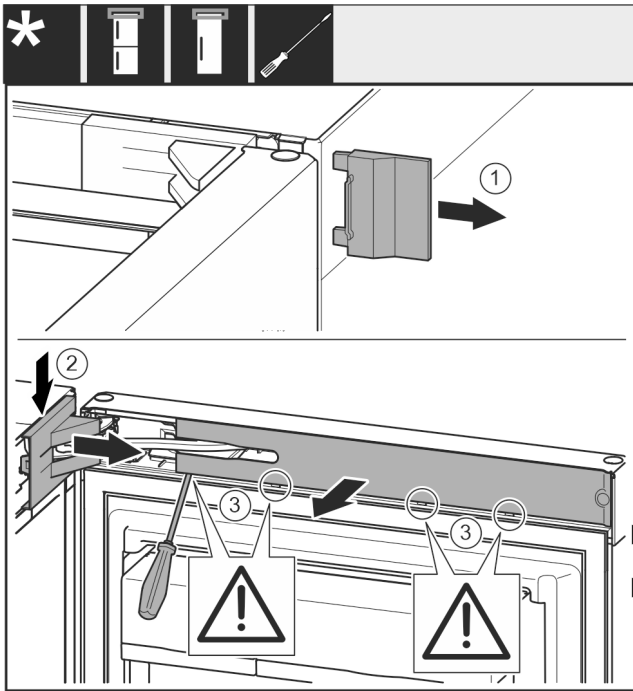

Fig. 5
- ▶ Äußere Abdeckung abnehmen. Fig. 5 (1)
- ▶ Lagerbockabdeckung ausrasten und lösen. Lagerbockabdeckung abnehmen. Fig. 5 (2)
- ▶ Blende mit Schlitzschraubendreher ausrasten und zur Seite schwenken. Fig. 5 (3)